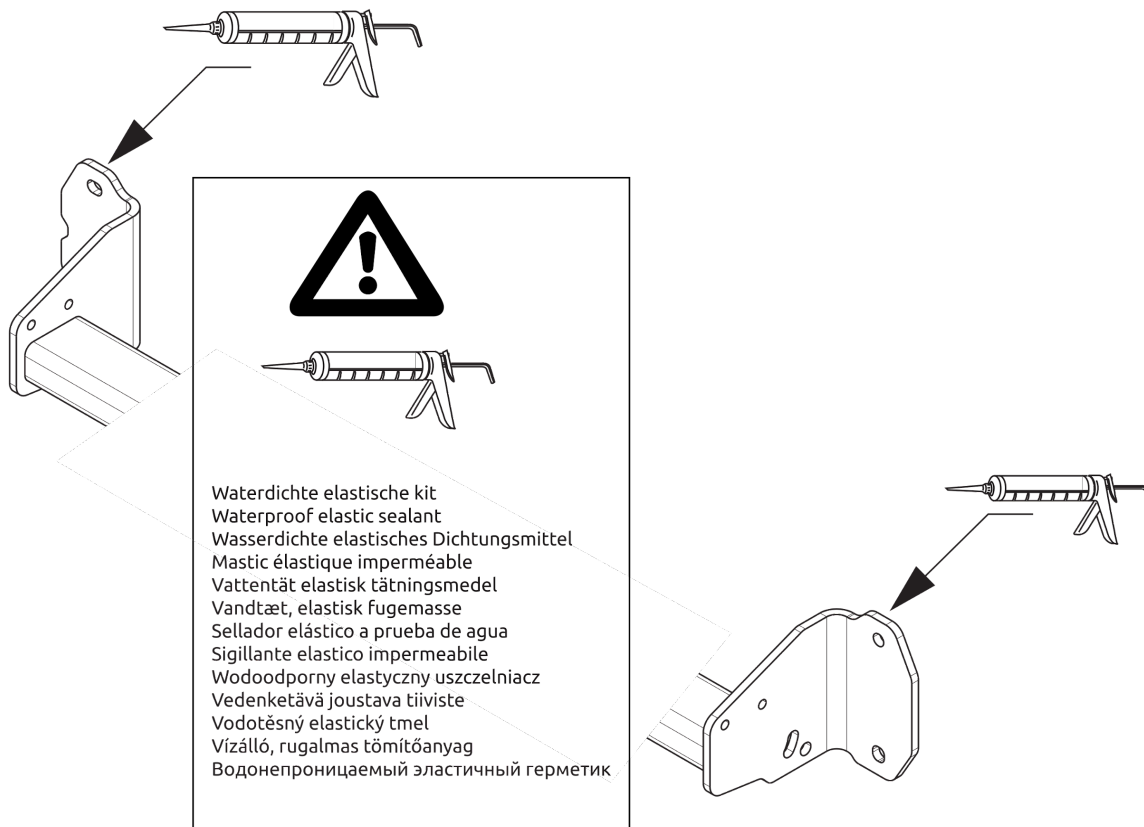

Fig. 4
7. Герметизировать обозначенные части (см. рис. 4)